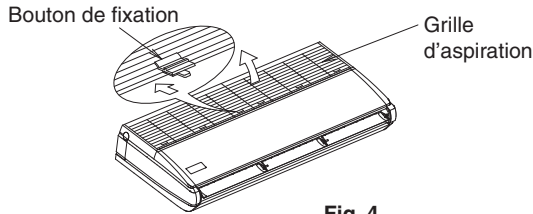

Fig. 4
- Faites glisser les boutons de fixation de la grille d'aspiration (type 32 : 2 emplacements chacun, type 63, 100 : 3 emplacements chacun) vers l'arrière (comme indiqué par la flèche) pour ouvrir en grand la grille d'aspiration. **(Reportez-vous à la Fig. 4)**